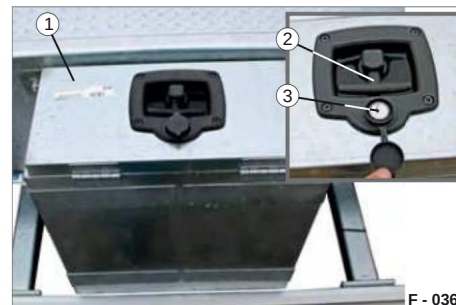

Fig. 62 Cassetta degli attrezzi chiusa
- ÿ Rimuovere il coperchio (Fig. 62/3) dal cilindro della serratura e sbloccare il coperchio (Fig. 62/1) con una chiave.